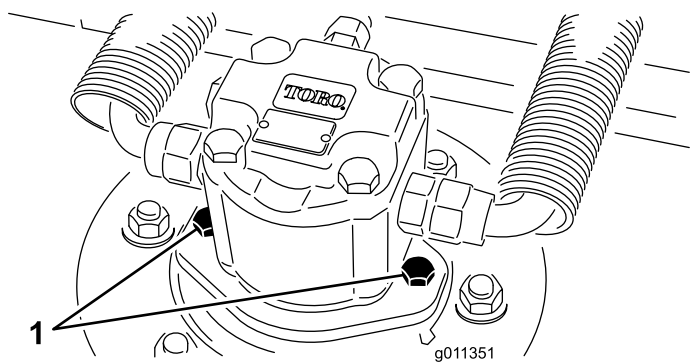

Figura 92
2. Deconectai i scoatei motorul hidraulic din unitatea de tăiere (Figura 92). Acoperii partea superioară a axului pentru a preveni contaminarea.
3. Montai motorul hidraulic la unitatea de tăiere (Figura 92). Asigurai-vă că garnitura inelară este fixată și nu prezintă deteriorări.